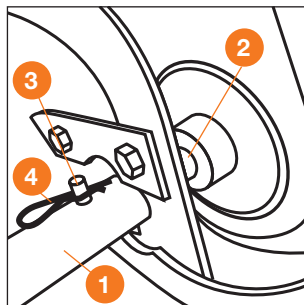

Рис. 11
- Фрезы в сборе с защитными дисками **1** установите на оси культиватора **2**, совместив отверстия для их крепления (Рис. 11).
- Установите штифты **3** и зафиксируйте их при помощи пружинных шплинтов **4** (Рис. 11).